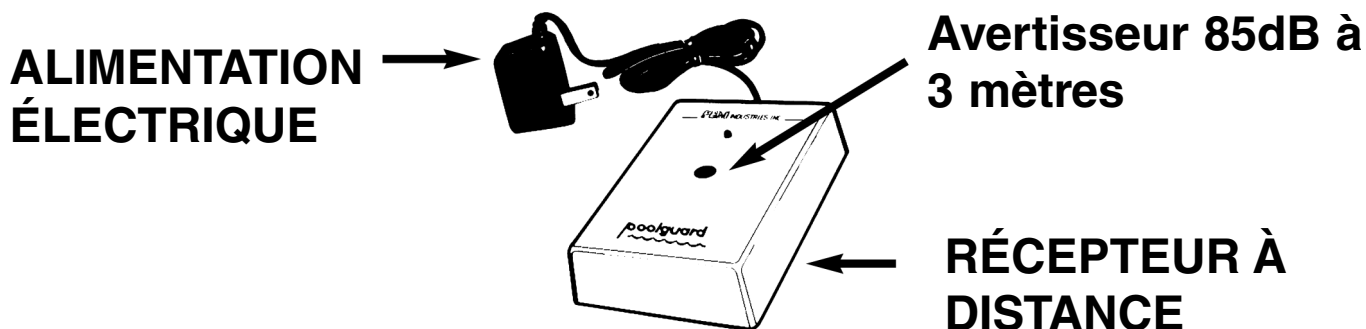

FIGURE 6
- Un récepteur à impulsions codées (Récepteur à Distance). Figure 6
- Alimentation électrique d'une prise murale standard Figure 6